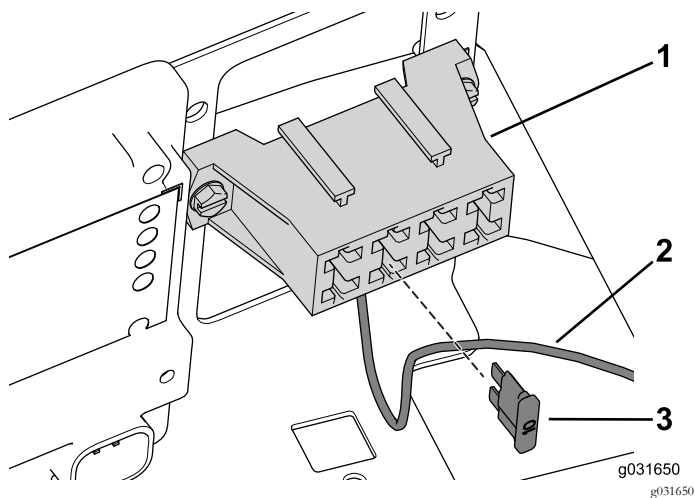

Figura 46
2. Ligue o cabo da alimentação da cabina a um espaço aberto no bloco de fusíveis (Figura 46).
3. Instale um fusível de 10 A na ranhura associada ao cabo (Figura 46).